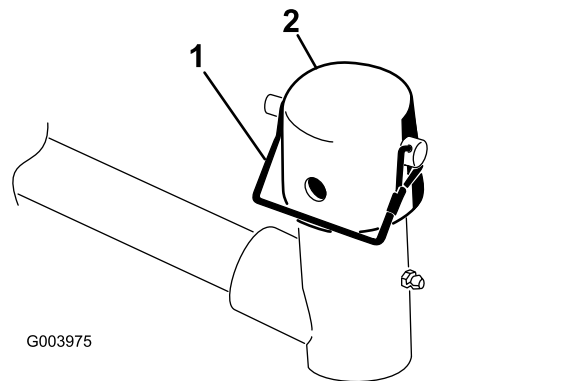

Bild 9
9. Nehmen Sie den Einraststift und die Kappe vom Gelenkjoch des Hubarms ab (**Bild 9**).
Hinweis: Verwenden Sie den Schlitz, wenn Sie das Mähwerk lenken möchten, oder das Loch, wenn Sie das Mähwerk arretieren möchten (**Bild 9**).